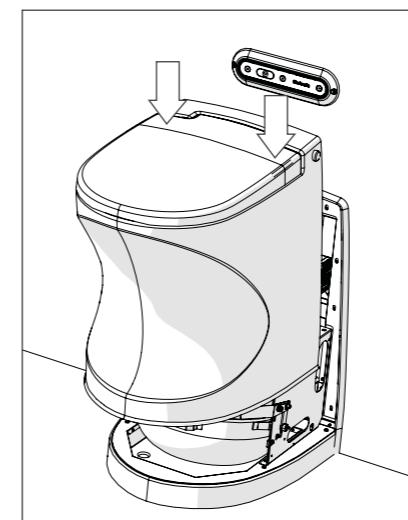

Bild 7
10. Sänk ner toalett-höljet genom att trycka med båda händerna baktill på toalettlockets ovansida (bild 7). Se till att ramen (den vita listen) omsluter höljets kant.